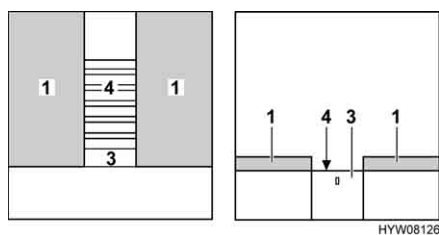

Fig. 137 Durante a transformação
- Se no esticador (Fig. 137,3) tiver instalado um dispositivo de bloqueio: Agarre na parte de trás do painel e destrave o esticador.
- Puxe totalmente para fora o estrado (Fig. 137,4) ou o acrescento com o esticador.